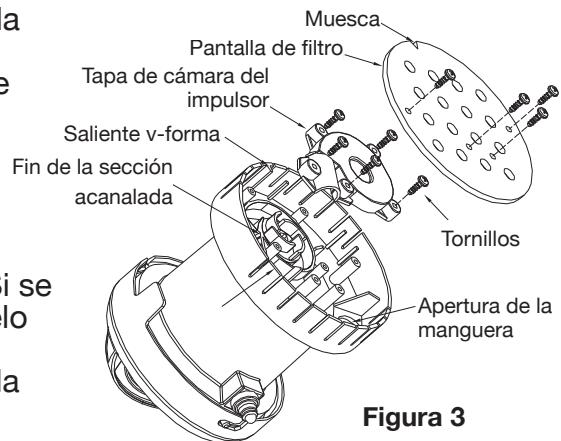

Figura 3
2. Retire la tapa de la cámara del impulsor mediante la eliminación de los cuatro tornillos. Retire todos los escombros posibles (Ver figura 3). NOTA: la rotación correcta del impulsor es en sentido antihorario, cuando se ve desde la parte inferior de la bomba. Si el impulsor gira hacia la derecha, o en absoluto, compruebe las pilas para la inserción es correcta.